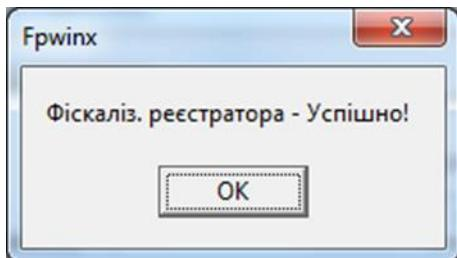
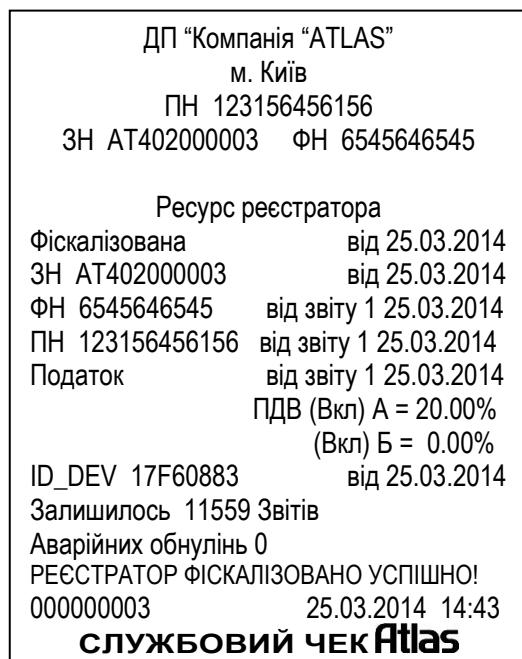

Рисунок 24
Рисунок 25
5.11 Якщо реєстратор підключено до СОМ-порта комп'ютера, то з'явиться вікно (рисунок 24). Відбудеться перезавантаження реєстратора. Роздрукується чек (рисунок 25).
Якщо реєстратор підключено до USB-порта комп'ютера, то вікно-повідомлення програми «FPWinX.exe» про успішну фіscalізацію реєстратора не з'явиться. Відбудеться перезавантаження реєстратора. Роздрукується чек (рисунок 25).